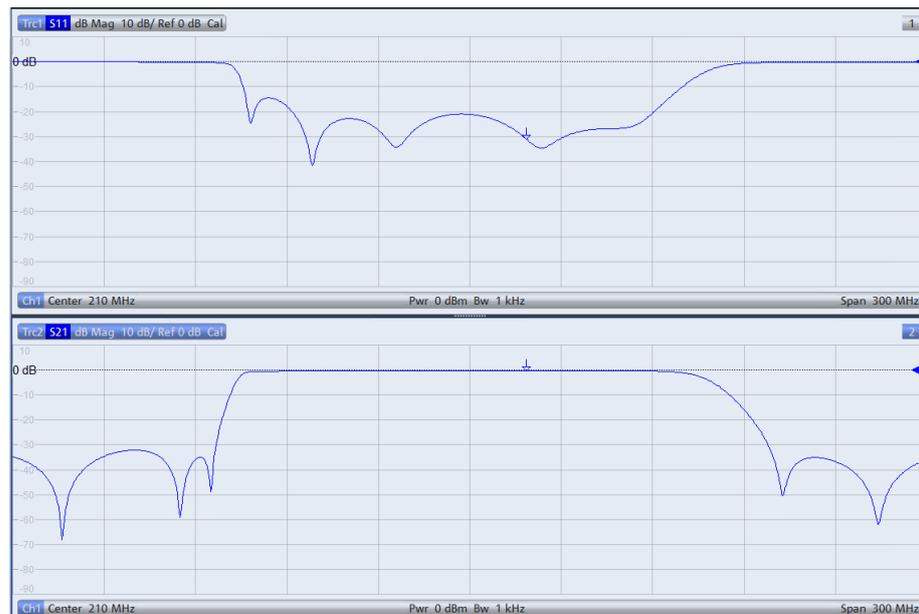

Bild 2-30: Bandpassfiltermessung mit Darstellung von Reflexion und Transmission
- Das Reflexionsverhalten (S11) wird im Splitscreen im oberen Display und das Transmissionsverhalten (S21) im unteren Display angezeigt (Bild 2-30). Ggf. Taste *SCALE* drücken und die Skalierung der y-Achse anpassen.